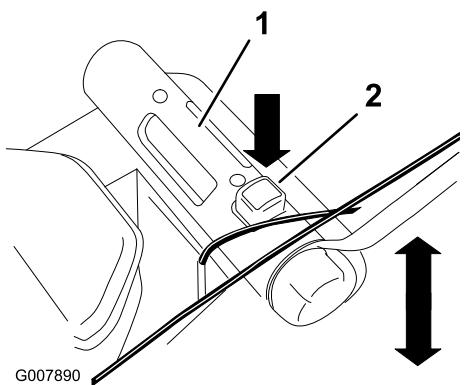

Figura 16
2. Apriete el botón de ajuste de la altura de corte y sujetela la barra de ajuste de la altura de corte para desplazar la altura de corte hacia arriba o hacia abajo (Figura 16).